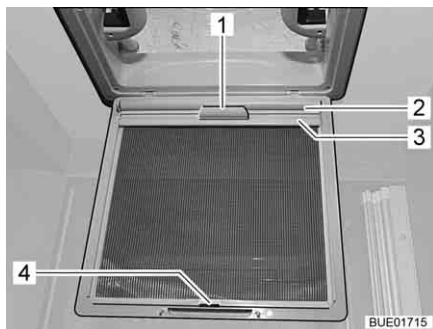

Fig. 79 Store occultant
- Tirer le store occultant (Fig. 79,2) par la poignée (Fig. 79,1) et accrocher la baguette de support (Fig. 79,3) dans le crochet (Fig. 79,4) sur la moustiquaire.
- Enlever la baguette de support (Fig. 79,3) de sur le crochet (Fig. 79,4) et faire lentement redescendre le store occultant (Fig. 79,2) en le tenant par la poignée (Fig. 79,1).